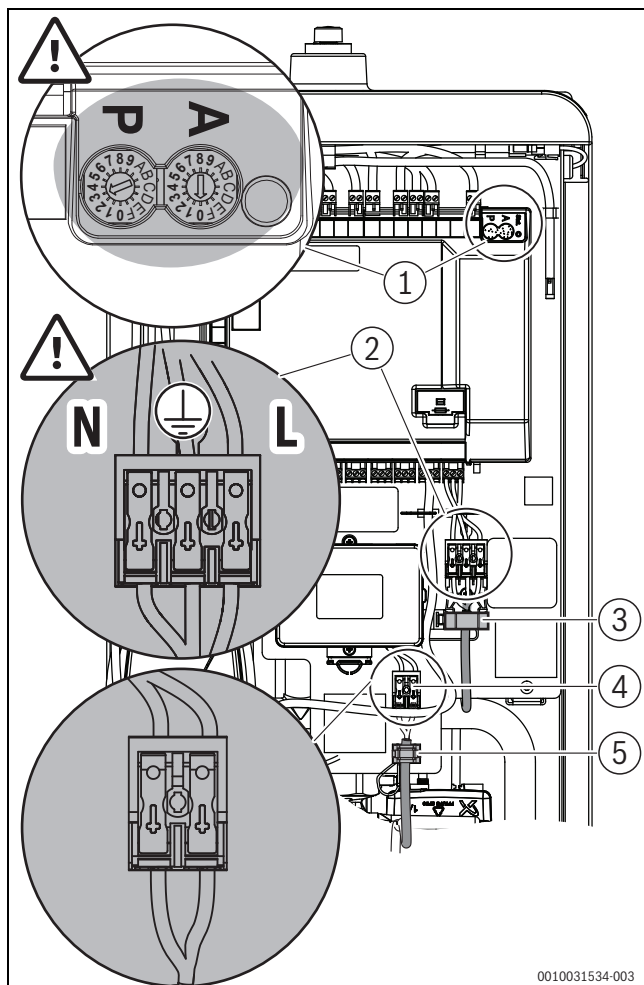

Fig. 30 Realizzazione del collegamento alla rete di alimentazione elettrica e collegamento del cavo di comando del generatore di calore supplementare
- Prestare attenzione alla corretta impostazione del potenziometro per l'uso ibrido (**P=3 e A=0**) secondo la fig. 30, [1]. Se necessario, portare con un cacciavite la freccia indicatrice nella corrispondente posizione.